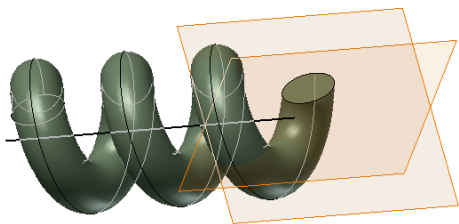
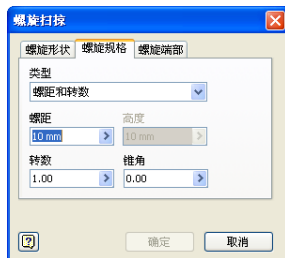

图 3-78 螺旋扫掠特征
图 3-79 “螺旋规格”选项卡
(2) 创建螺旋扫掠特征首先需要选择的两个要素是截面轮廓和旋转轴。截面轮廓应该是一个封闭的曲线，以创建实体；旋转轴应该是一条直线，它不能与截面轮廓曲线相交，但是必须在同一个平面内。如图 3-78 所示，该螺旋扫掠实体的截面轮廓和旋转轴分别在从图示两个平面建立的草图中，两个草图平面互相垂直，但是截面轮廓和旋转轴是在一个平面中的。所以说，实际的情况是可在同一个草图中创建截面轮廓和旋转轴，也可在不同的草图中创建，但是二者“不相交，同平面”的要求一定要满足。
(3) 在【螺旋方向】选项中，可指定螺旋扫掠按顺时针方向还是逆时针方向旋转.
(4) 如果要设置螺旋的尺寸，可打开【螺旋规格】选项卡，如图 3-79 所示。可设置的螺旋类型一共有 4 种，即螺距和转数、转数和高度、螺距和高度以及螺旋。选择了不同的类型以后，在下面的参数文本框中输入对应的参数即可。需要注意的是，如果要创建发条之类没有高度的螺旋特征的话，可使用【平面螺旋】项。